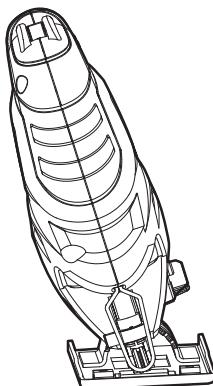

FIG. 5
2. Mueva la placa de asiento hacia adelante e inclínela hasta obtener el ángulo deseado, el ángulo puede ajustarse entre  $0^{\circ}$  y  $45^{\circ}$  (izquierda y derecha). (Véase la Fig. 5).